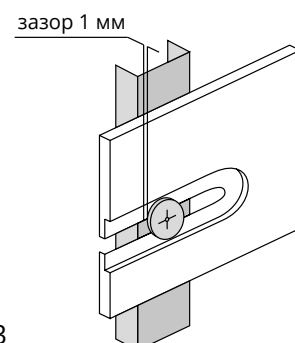

Рис. 3
4. Панели и аксессуары нельзя жестко фиксировать. Между шляпкой и панелью должен оставаться зазор 1 мм (рис. 3) – это необходимо для свободного движения панели при возможных тепловых расширениях/сжатиях.
- Профиль монтируется вертикально, на расстоянии не более 250 мм от центров профилей (рис. 3).
Важно! При монтаже углов коллекций «Клинкерный кирпич» и «Состаренный кирпич», необходимо сделать подрез по пазу упорных цилиндров стартового элемента угла (рис. 2.2, рис. 3).